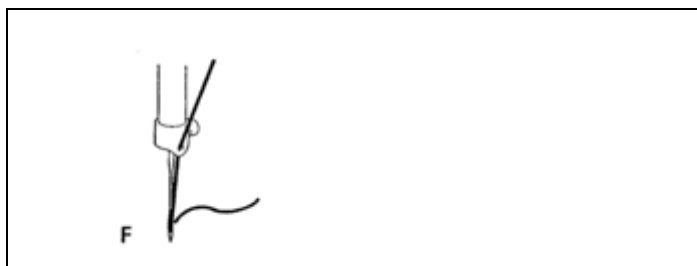

Fig. 15
2. Em F, passe o fio de frente para trás (fig 15).